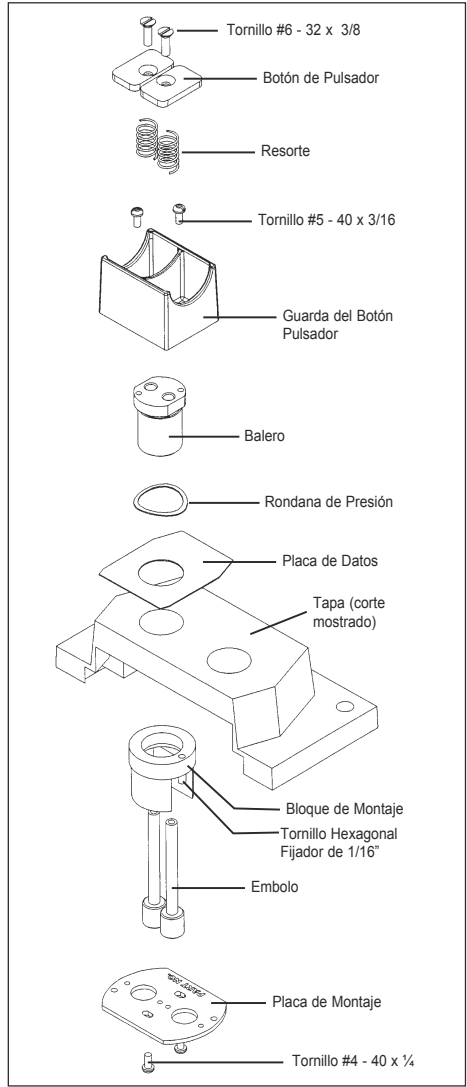

Figura 5. Ensamble de Operador Pushbutton doble
- Instale el balero del botón de acción momentánea (pushbutton) doble y la rondana de presión en la parte frontal de la tapa, atornillándolo hasta que quede firmemente sujetado en la posición deseada. Vea figura 5. En caso de que se requiera una placa de datos DL, primero coloque la placa de datos en la tapa y después la rondana de presión. Atornille el balero en su posición. Después coloque la guarda del botón de acción momentánea (pushbutton) en el frente de la tapa de tal forma que las aberturas rectangulares de ambas coincidan. Utilice dos tornillos #5-40 x 3/16 para fijar la guarda asegurándose de que cuadre con el cuerpo. En el interior de la tapa, enrosque el bloque de montaje al balero. Oriente el bloque de montaje de tal forma de que los bloques de contacto queden en la posición deseada. Vea la figura 2. Apriete el tornillo fijador que asegurara el ensamble del botón de acción momentánea (pushbutton) a la tapa. Desde el interior de la tapa, inserte los dos émbolos a través de los orificios en el balero.